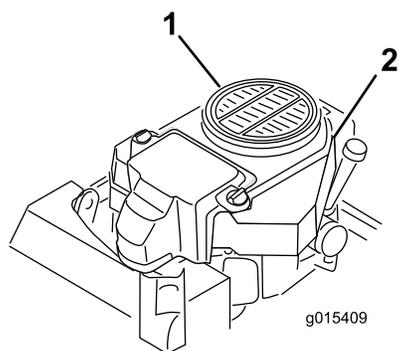

図 62
3. 吸気スクリーンとファンハウジングを取り外す 図 62。
5. 吸気スクリーンとリコイルスタータ、ファンハウジングを取り付ける 図 62。